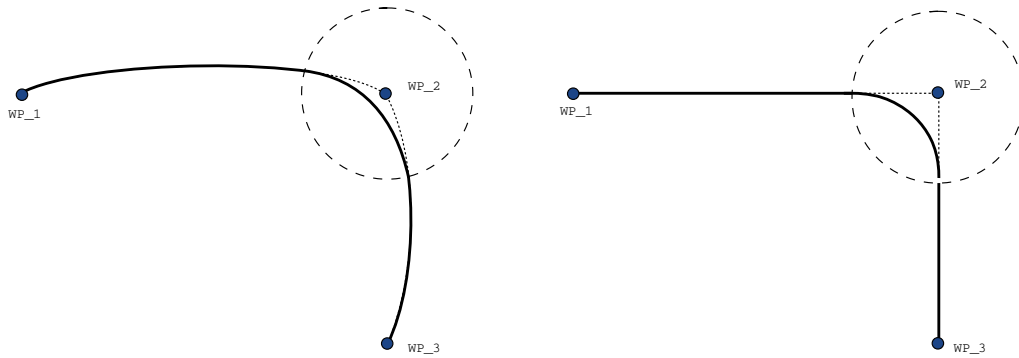

Figure 15.6: ジョイント空間 (MoveJ) 対デカルト空間 (MoveL) の移動とブレンド。
- **MoveJ** を含むブレンド MoveJ ブレンドにより、ジョイント空間にスムーズなカーブを描きます。これにより、MoveJ から MoveJ、MoveJ から MoveL、MoveL から MoveJ へのブレンドを行います。このブレンドにより、ブレンドがない運動よりもよりスムーズで高速な軌道を生み出します (図 15.6 参照)。速度および加速度が速度プロファイルを規定するために使用されている場合、このブレンドはブレンド時のブレンド半径内にとどまります。時間を速度および加速度の代わりに使用して、両方の運動に関する速度プロファイルを規定する場合、ブレンド半径に軌道が収まらないオーバーシュートが発生する場合があります。二つの軌跡の時間が大きく異なる場合に、発生することがあります。